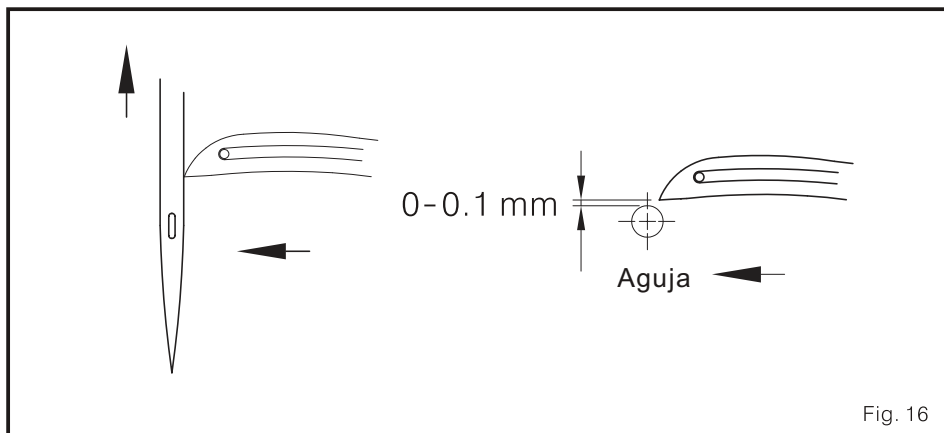

Fig. 16
2. Cuando el bucleador se mueva derecho a la izquierda y luego detrás de la aguja. El espacio entre la punta del bucleador a la parte posterior o de atrás de la aguja debe ser 0-0.1 mm. (la punta del bucleador debe estar lo mas cerca posible de la parte posterior de la aguja sin tocar la misma) (Fig. 16)